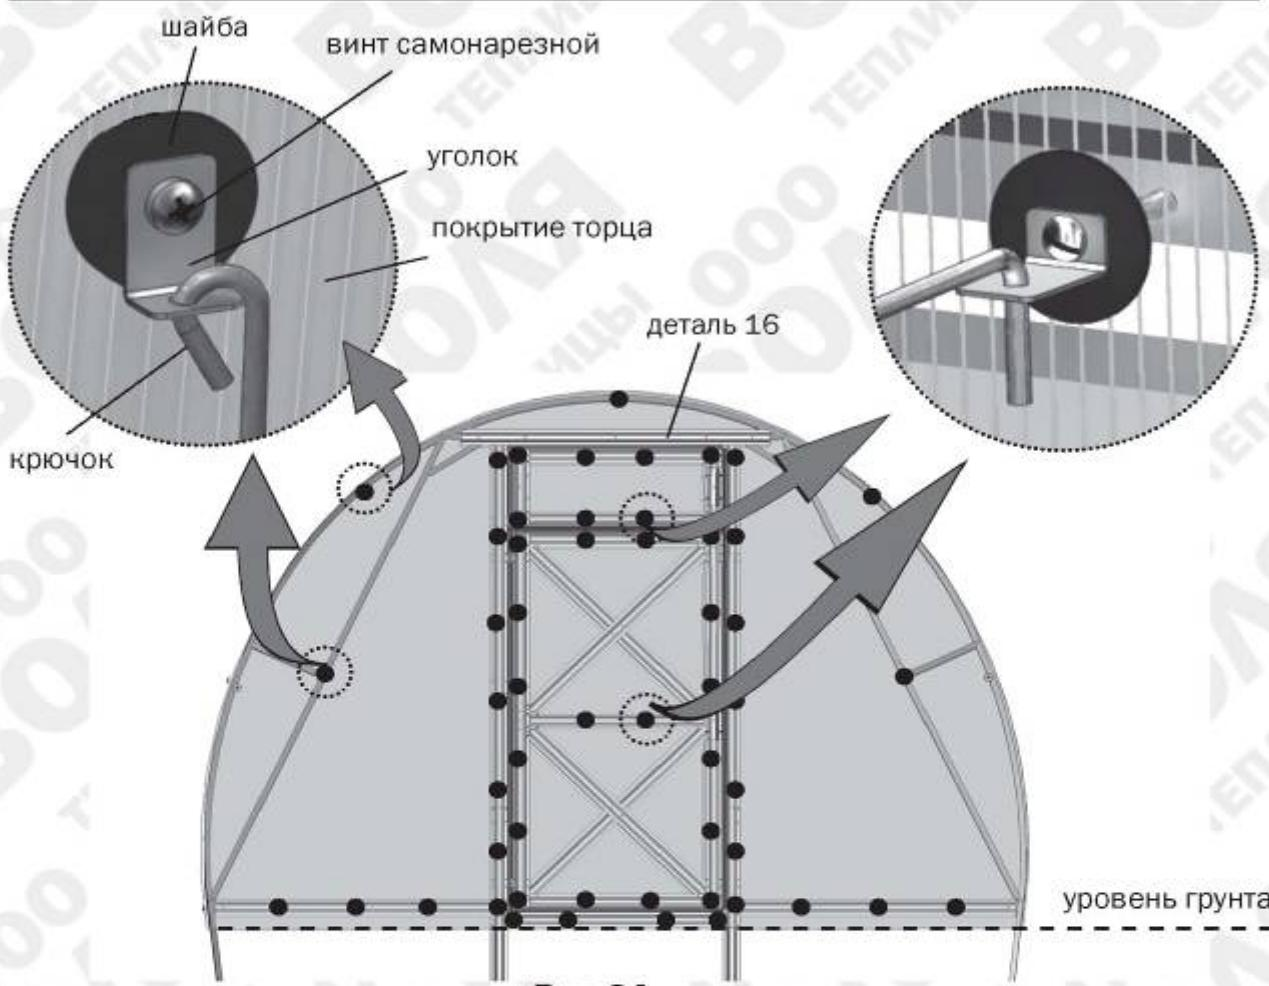

Рис.24
**3.** Установите боковины торца в соответствии с **рис.24**. Придерживая кусок покрытия, закрепите его винтами с шайбами по деталям **6к, 7, 8** (**рис.16**) и по уголкам с помощью самонарезных винтов с шайбами. Отверстия для винтов выполняются сверлом диаметром 5 мм изнутри теплицы через готовые отверстия в деталях каркаса. Установите куски «коньковой панели», закрепляя их на уголок с помощью самонарезного винта с шайбой. Нахлест с боковинами срезать.
**6.** Установите накладку торцевую **16** на покрытие торца и закрепите ее на детали **5** через покрытие (рис.20 и рис.24). Под деталью **16** находится стык кусков покрытия торца.
8. Шайбы и крючки на торце устанавливаются в соответствии с **рис.24**.